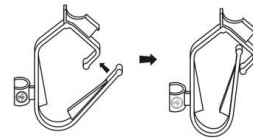

Рис.3. Установка фиксатора.
- сложив фиксатор (6), как показано на рис. 3, наденьте его на свободный конец изливной трубки (5), закрепив в одном из гнезд (7), расположенных на модуле (1), либо на верхнем крае ёмкости для очищенной воды;